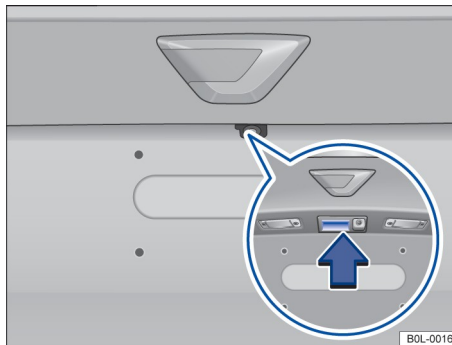

Рисунок 46. Открывание двери багажника снаружи
- Нажмите кнопку 📖 на ключе от автомобиля, чтобы отпереть дверь багажника или полностью отпереть автомобиль, откройте дверь багажника, нажав на кнопку → Рисунок 46 (стрелка);
- или: Нажмите и удерживайте кнопку 📖 на ключе автомобиля до тех пор, пока дверь багажника автоматически не откроется на несколько миллиметров; откройте дверь багажника, нажав на кнопку → Рисунок 46 (стрелка);